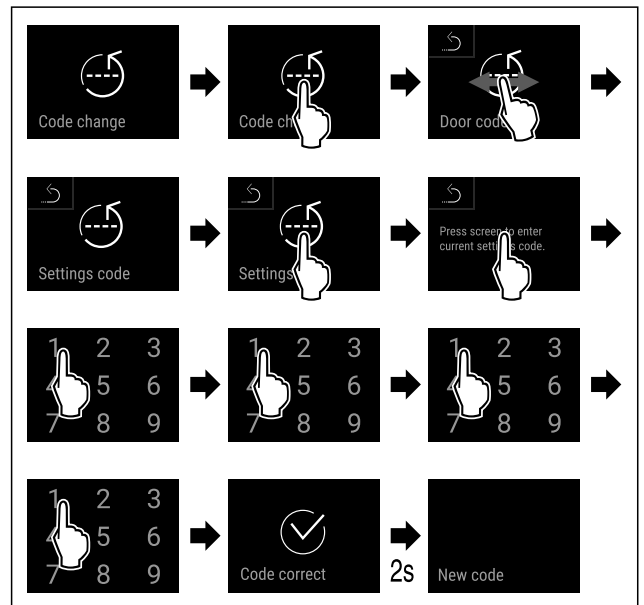

Fig. 94
- ▶ Seguir los pasos de procedimiento (consulte Fig. 94) .